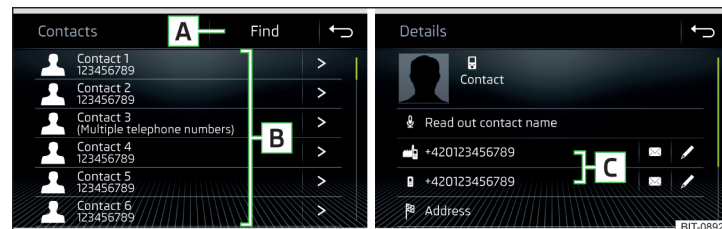

Fig. 195 Lista de los contactos de teléfono / Detalle del contacto
- » En el menú principal *Teléfono* pulse la superficie funcional **[Lista de contactos]**, se visualizará una lista de los contactos de teléfono » fig. 195.